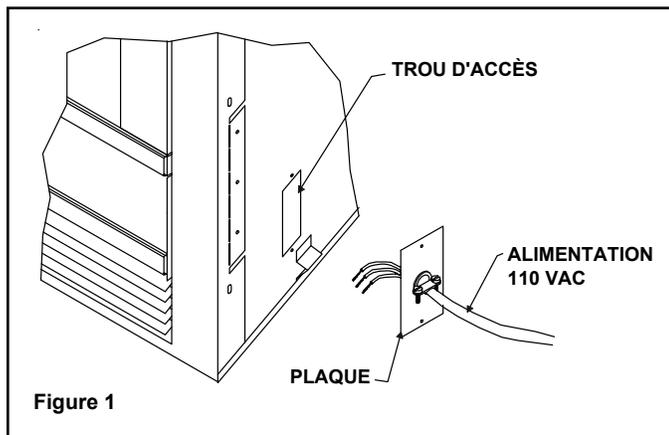

Figure 1
1. Retirez la plaque de la prise de courant dans la partie inférieure du foyer. Ouvrez le trou à défoncer dans la plaque et fixez la bride Romex (les vis à l'extérieur) (voir figure 1).